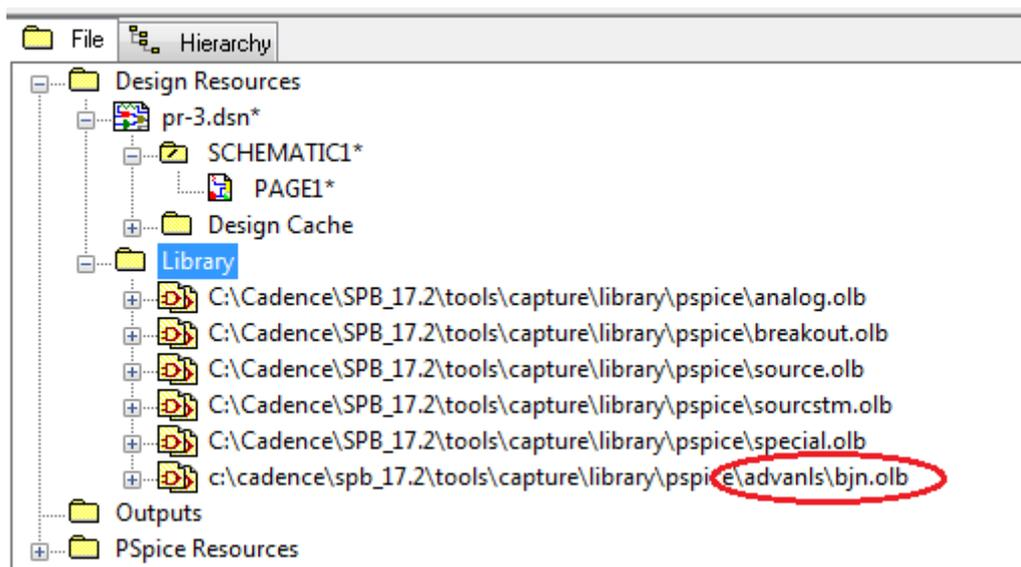

Рис. 2.29. Добавление библиотеки биполярных транзисторов в проект
2. В менеджере проекта добавляем в библиотеки файл bjn (Рис. 2.29).